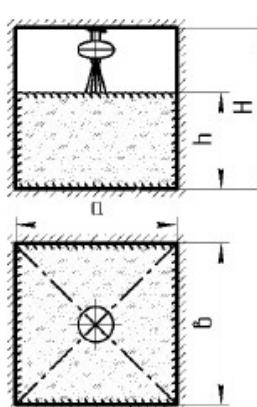

Figura 4
9 Capacitate de stingere a MPP cu montaj pe tavan în cazul focarelor Clasa A, de la înălțimea (H) de până la 13 m a celor două incinte dispuse de la un etaj la altul, cu treceri prin perete care să permită accesul jetului de pulbere (vezi Figura 4):
9.1 Suprafața totală (S) de protejat, m 2	36,5
Dacă dimensiunea **H** este mai mică de 13 m, dar mai mare decât tavanul (placa) incintei superioare, dimensiunile **c** și **d** (vezi Figura 4) trebuie să fie: